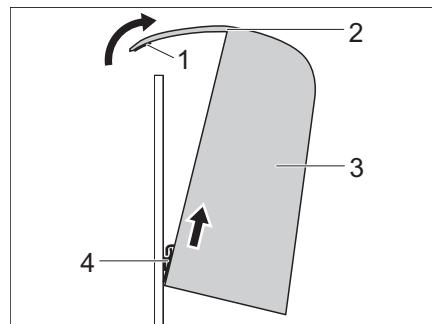

Fig. 66 Retirar el cojín del respaldo
- Incline el cojín del respaldo (Fig. 66,3) hacia delante y desenganche la cinta de gancho (Fig. 66,4).
- Mantenga el cojín del respaldo (Fig. 66,3) en posición inclinada y enganche la cinta de gancho (Fig. 66,4) en la parte inferior.
- Deslice la solapa de tela (Fig. 66,2) hacia atrás y presione firmemente la unión de velcro (Fig. 66,1).